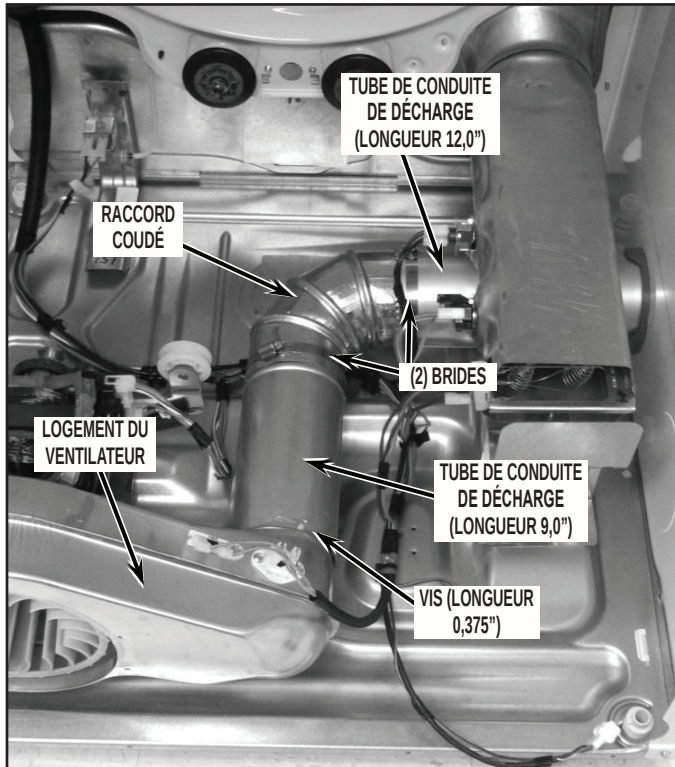
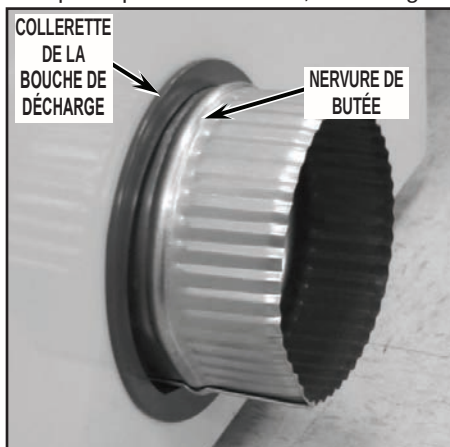

FIGURE 25
FIGURE 26
5. À l'aide des brides fournies dans l'ensemble, assembler les composants - tube de conduit de décharge (longueur 305 mm (12,0")) et raccord coudé. Serrer légèrement chaque bride pour qu'elle retienne les composants; voir la Figure 25.
6. Insérer le sous-ensemble décrit à l'étape précédente à travers l'ouverture qui était obturée par l'opercule d'obturation dans le panneau latéral du côté droit, extrémité nervurée placée vers l'extérieur; placer une bride sur le raccord coudé et raccorder l'extrémité du raccord coudé au tube de conduit de décharge (longueur 229 mm (9,0")) déjà présent à l'intérieur de la sécheuse; voir la Figure 25.
7. Positionner correctement l'ensemble du circuit de décharge; bien serrer chaque bride; voir la Figure 25.
8. Depuis l'extérieur de la sécheuse, installer la collerette de la bouche de décharge (fournie avec l'ensemble) – enfiler la collerette sur le tube de conduit de décharge et provoquer la mise en place par emboîtement; voir la Figure 26.
9. Positionner correctement l'ensemble du circuit de décharge; veiller à ce que la nervure de butée sur le tube de conduit de décharge (longueur 305 mm (12,0")) soit à l'extérieur de la sécheuse; voir la Figure 26. Bien serrer chaque bride; voir la Figure 25.